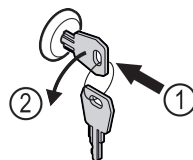

Fig. 160
- ▶ Vajutage võti sisse. Fig. 160 (1)
- ▶ Keerake võtit 90° vastupäeva. Fig. 160 (2)